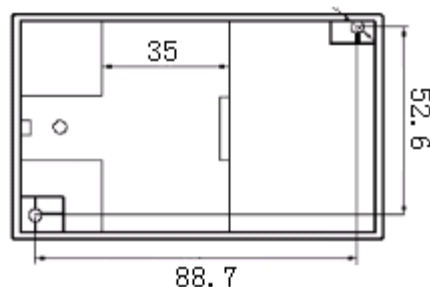

图 4、SK 外形安装尺寸图
产品采用 DIN35 导轨式安装或螺钉固定安装, 其安装尺寸如图 4 所示(单位 mm)。
- ① 把变送器固定卡槽一侧勾在安装导轨上;
- ② 向下牵动弹簧销;
- ③ 使变送器卡口套在安装导轨上;
- ④ 松开弹簧销, 变送器卡在安装导轨上。
- ① 按图 4 所示的螺孔位置在固定板上打直径为 4mm 孔;
② 使用小于 $\Phi 3.5$ 的螺钉插入孔中固定。